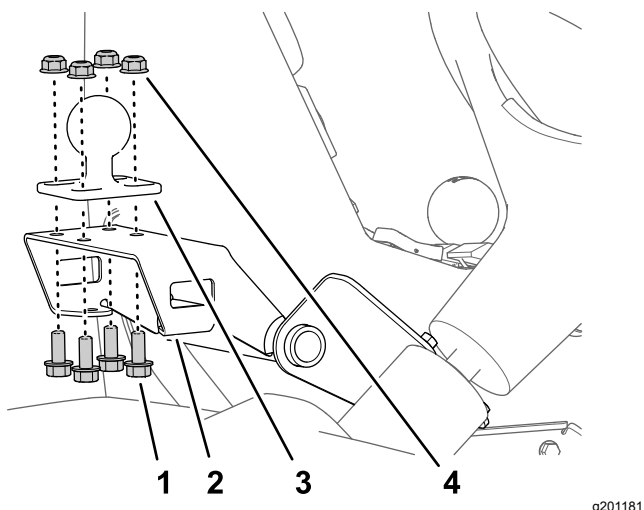

图166
1. 使用 4 个凸缘头螺栓 5/16 x  $\frac{3}{4}$  英寸和 4 个凸缘锁紧螺母 5/16 英寸将球形安装架组装到监控器安装架的支架上 图166。